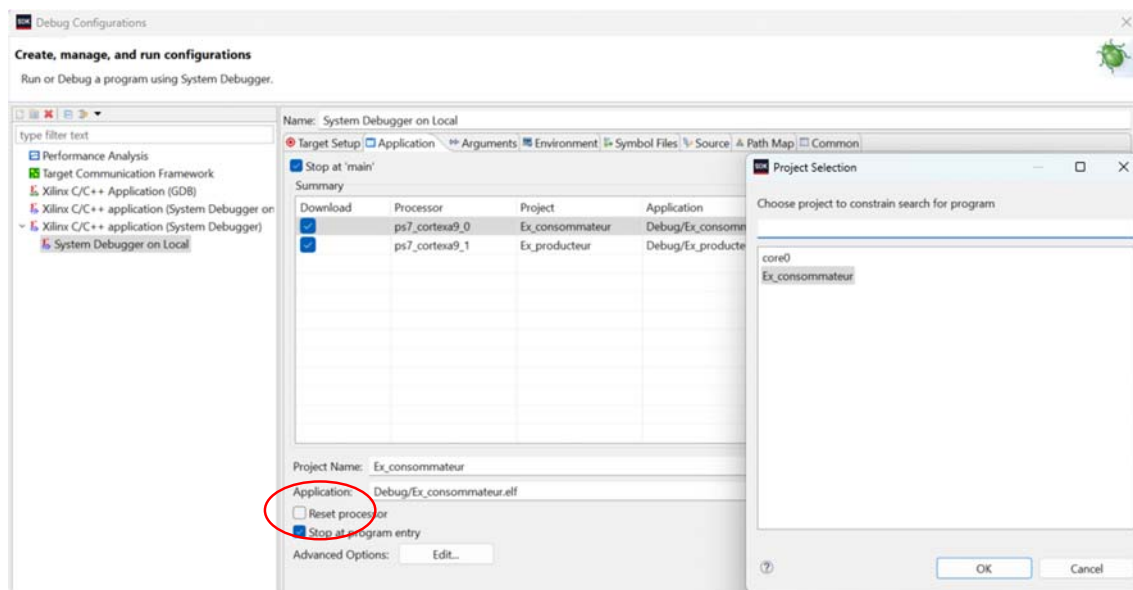
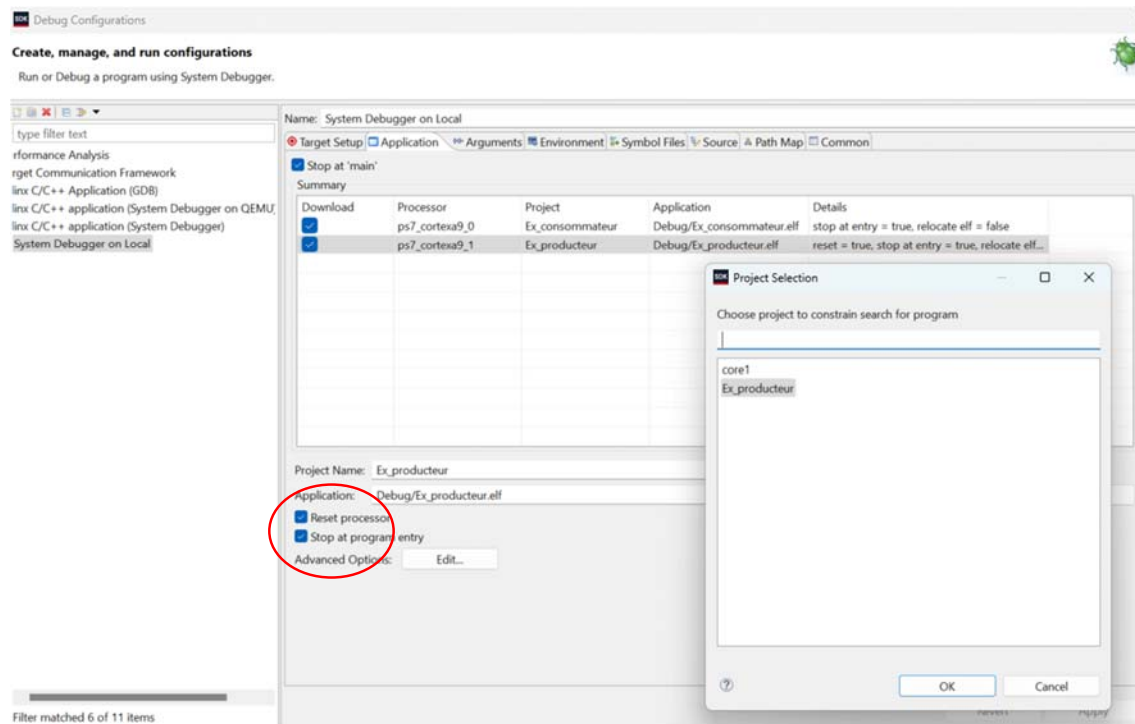

Figure 10 Programmation du core 0 (ELF) sans reset
Figure 11 Programmation du core 1 (ELF) mais avec reset cette fois
- b. La partie PS demande deux chargements : la figure 10 montre le chargement de l'application *EX_consommateur.elf* , alors que la figure 11 montre le chargement de *EX_producteur.elf*